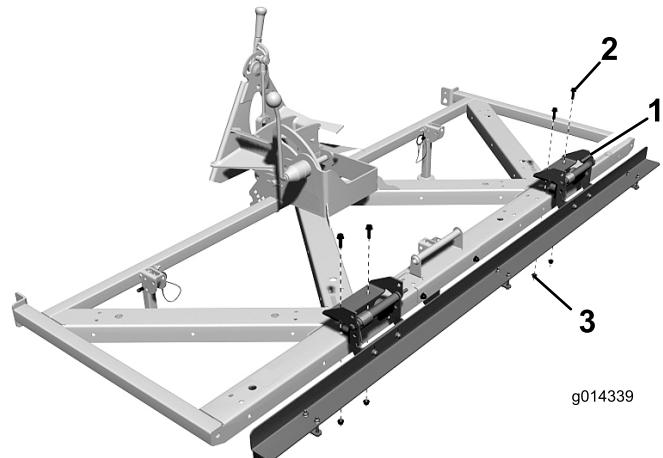

Figure 9
1. Fixez chaque support de l'aimant sur le haut du Turf Groomer avec (2) boulons à embase 5/16 x 1" et écrous à embase (Figure 9).